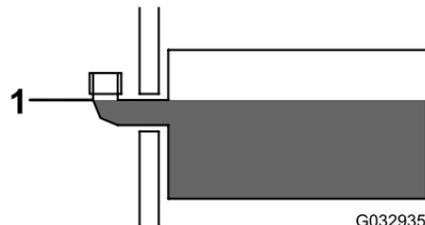

Figure 23
3. Retirez le bouchon de remplissage du réservoir hydraulique (Figure 23).
4. Versez lentement du liquide hydraulique BOSS haute performance dans le réservoir jusqu'à ce que le niveau atteigne le bas du coude de remplissage (Figure 23).